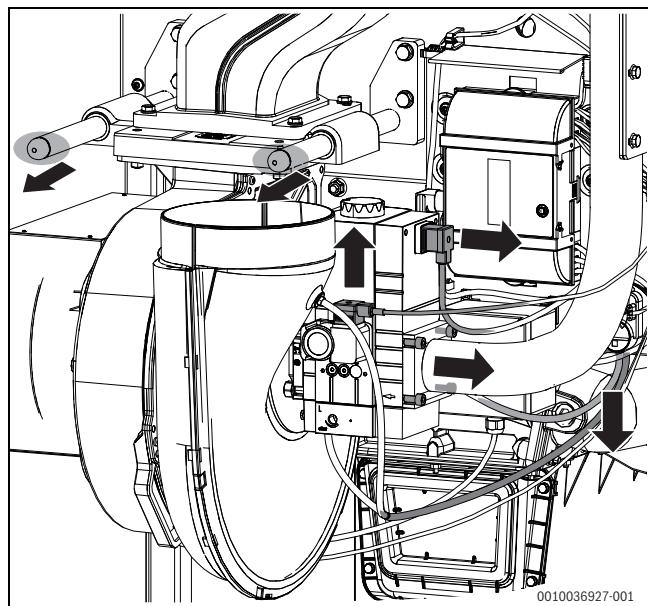

Рис. 52 Демонтаж горелки
- Удалите штекер на газовой арматуре (→Рис. 52).
- Извлеките шланги от дифференциального реле давления (→Рис. 52).
- Удалите 4 винта на фланце газовой трубы (→Рис. 52).
- Снимите уплотнительное кольцо с направляющего штифта салазок горелки (→Рис. 52).